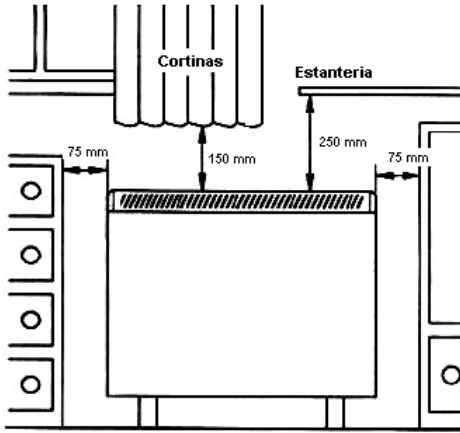

Figura 1
Dado que cuando el acumulador esta cargado totalmente se alcanzan temperaturas elevadas es muy importante que se conserven las distancias libres. (Figura 1)
3. Colocar el acumulador de pie y contra la pared en la posición deseada. Asegurarse de que está apoyado en una superficie firme y nivelada. Respetar las distancias mínimas indicadas (Figura 1). Si el pavimento es de moqueta, el soporte del acumulador se debe situar por debajo para asegurar que se asienta firmemente en el suelo.